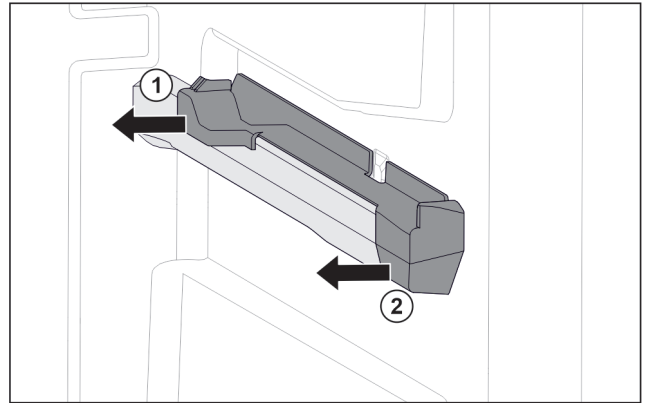

Fig. 146 Accesorio en el hueco ranurado derecho
- ▶ Retire el accesorio trasero hacia un lado. Fig. 146 (1)
- ▶ Retire el accesorio delantero hacia el otro lado. Fig. 146 (2)